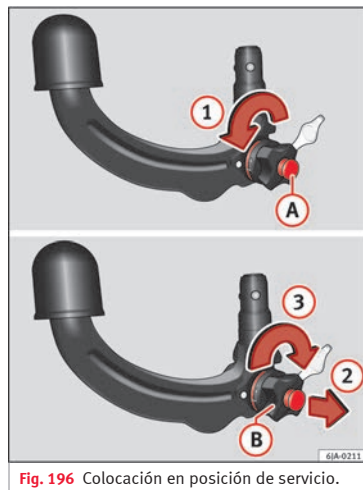

Fig. 196 Colocación en posición de servicio.
- Gire la llave **A** en el sentido de la flecha **①** hasta el tope » fig. 196.